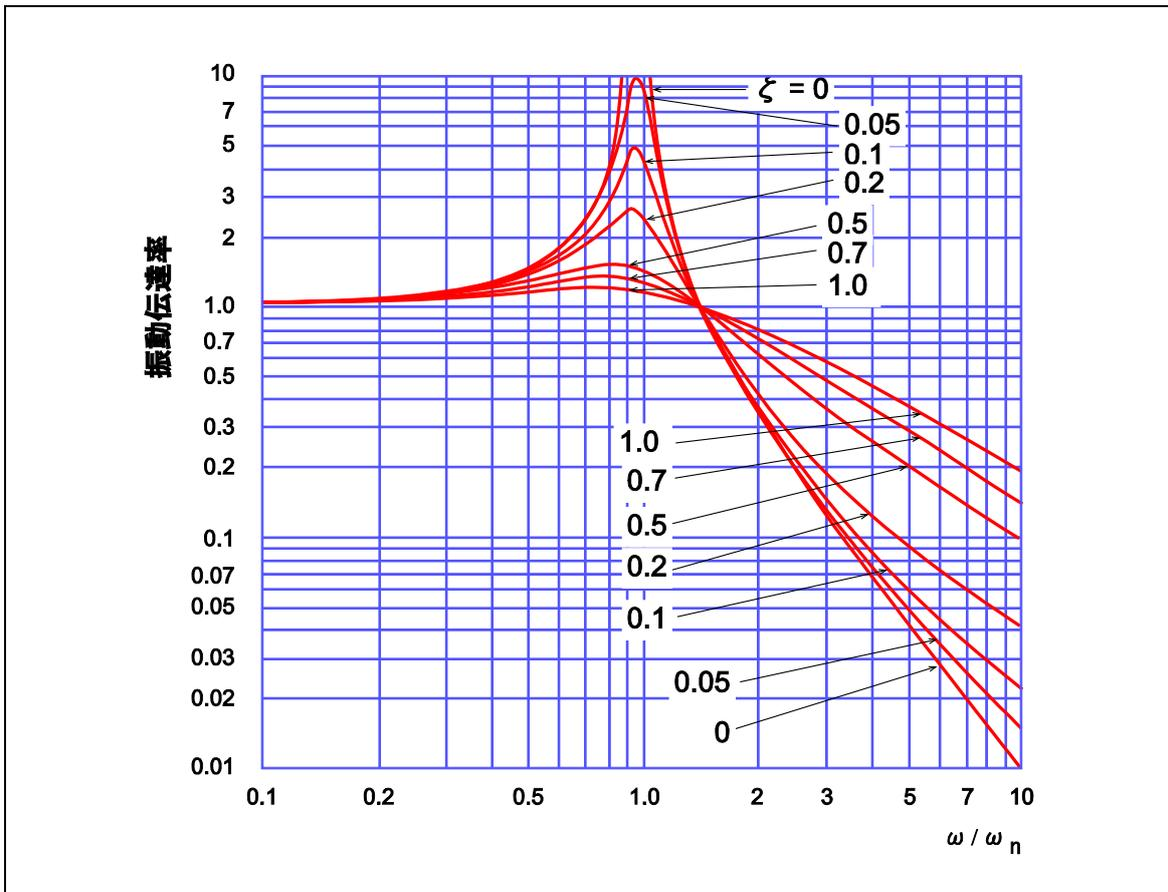

図 2 振動伝達率
となります。式 (10) からわかるように、振動伝達率は、加振角周波数と減衰比との関数となりますから、減衰比をパラメータにしてグラフ化すると、図 2 のようになります。横軸は、固有角振動数  $\omega$  で規格化した角周波数、縦軸は振動伝達率で、両軸とも対数軸です。